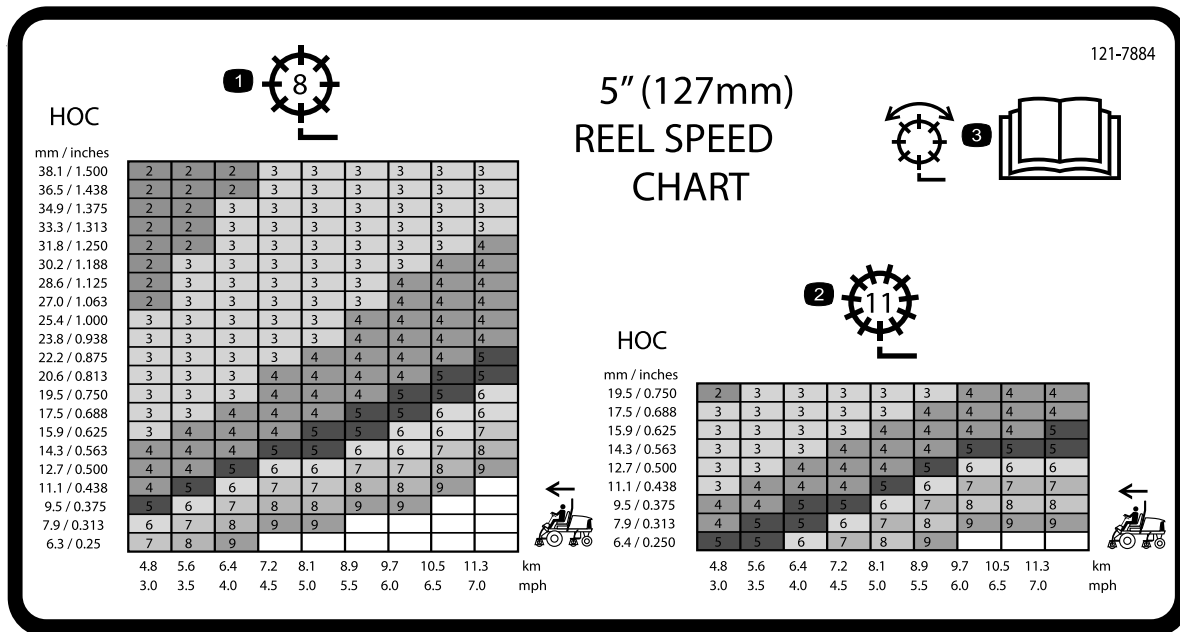

Bild 32
3. Lesen Sie die richtige Spindeldrehzahl auf dem Schild mit der Spindeldrehzahltable ab (Bild 32).